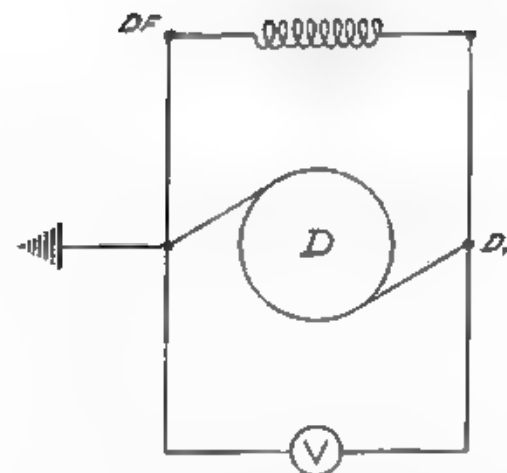

Fig. 121 - Schema prova dinamo a vuoto
a) **Prova a vuoto:** Montare la dinamo sull'apposito banco prova. Collegare il morsetto DF alla massa ed inserire il voltmetro tra il D + e la massa (fig. 121). Aumentare lentamente i giri fino ad ottenere la tensione di 6 V. A questo punto il numero dei giri deve risultare minore o uguale a 1000 g/1'.